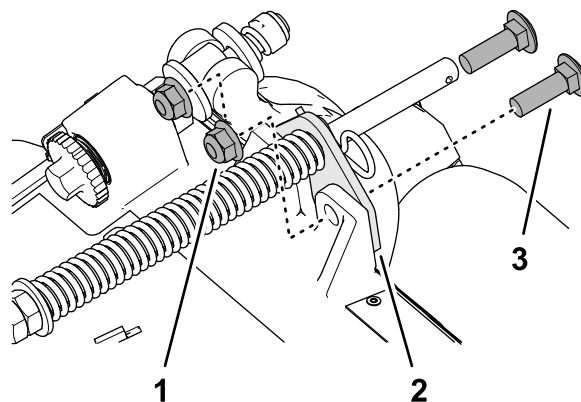

Рисунок 18
2. Удалите 2 фланцевые контргайки (3/8 дюйма) и 2 каретных болты (3/8 x 1 1/4 дюйма), которые крепят кронштейн компенсатора состояния грунта к раме режущего блока (Рисунок 18).
- Удалите 2 фланцевые контргайки ($\frac{3}{8}$ дюйма) и 2 каретных болта ($\frac{3}{8}$ x $1\frac{1}{4}$ дюйма), которые крепят кронштейн компенсатора состояния грунта к раме режущего блока (Рисунок 18).